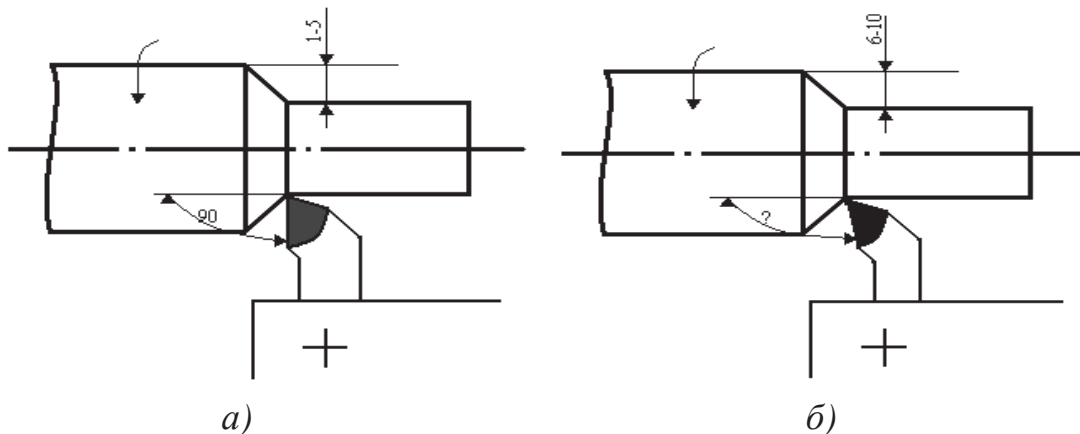

Рис. 1. Схеми підрізання уступу:
1. Виконати рис. 1, а, б.
3. Вказати, чому на рис. 1, а різець встановлено під кутом $\varphi = 90^\circ$, а на рис. 1, б – $\varphi > 90^\circ$.
4. Назвати приблизну величину кута в плані, позначеного на рис. 1, б знаком запитання.
5. Вказати послідовність підрізання уступів у заготовках на рис. 1, а, б.